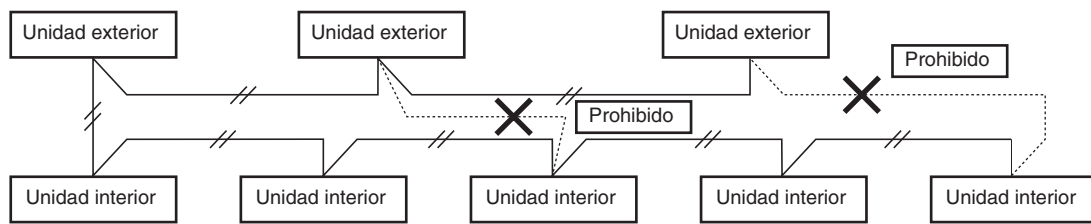

Fig. 4-3
- (1) Cuando enlace las unidades exteriores en una red, desconecte el terminal extendido de la clavija de cortocircuito de todas las unidades exteriores, a excepción de alguna de las unidades exteriores. (Cuando salen de fábrica: en estado cortocircuitado). Para un sistema sin enlaces (sin cables de conexión entre las unidades exteriores), no extraiga la clavija de cortocircuito.
- (2) No instale los cables de control entre unidades de forma que se cree un bucle. (Fig. 4-3)